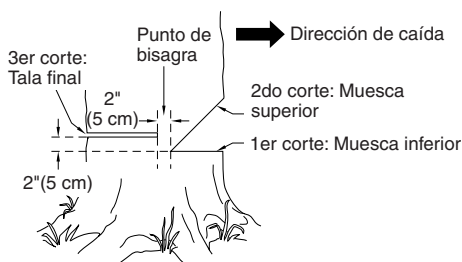

Figura 12 - Tala de un árbol
La preparación correcta de una muesca determinará la dirección en que caerá el árbol. Corte la muesca del lado del árbol correspondiente a la dirección en la cual desea que éste caiga (vea la Figura 12). Siga las instrucciones a continuación para cortar la muesca.
1. Haga el corte inferior de la muesca tan cerca del suelo como sea posible. Sujete la sierra de modo que la barra de guía se encuentre en posición horizontal. Corte a través del tronco del árbol hasta atravesar 1/3 de su diámetro (vea la Figura 12). *Nota:* Haga siempre este corte inferior horizontal en primer lugar. Si la hace en segundo lugar, el árbol puede presionar la cadena o la barra de guía.
Por ejemplo: Si el corte inferior tiene una profundidad de 20 cm, comience el corte superior 20 cm por encima de aquél. Corte en dirección hacia abajo y a un ángulo de 45°. El corte superior de la muesca debe llegar y unirse al punto final del corte inferior (vea la Figura 12).
1. Haga el corte de tala final 5 cm por encima del corte inferior de la muesca y sobre el lado opuesto del árbol (vea la Figura 12). Mantenga el corte de tala paralelo al corte inferior de la muesca.
⚠️ ADVERTENCIA: No atraviese el árbol completamente. Deje alrededor de cinco centímetros de diámetro sin cortar, directamente detrás de la muesca (vea la Figura 12, página 30). Esta porción sin cortar funciona a manera de bisagra. La bisagra ayuda a evitar que el árbol se tuerza y caiga en la dirección equivocada.